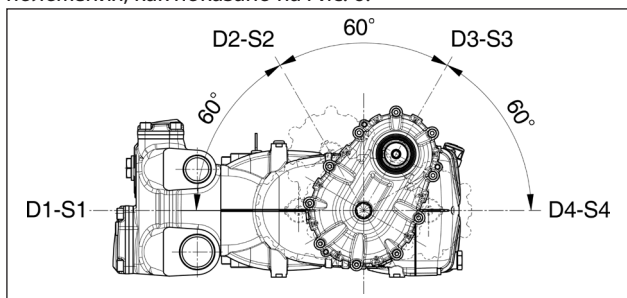

Рис. 6
~4,8 л для версий с редуктором в поз. ① и ④ (Рис. 6). Для поз. ② и ③ это количество будет немного меньше.
Кроме того, редуктор можно поместить в 4 различных положения, как показано на Рис. 6.